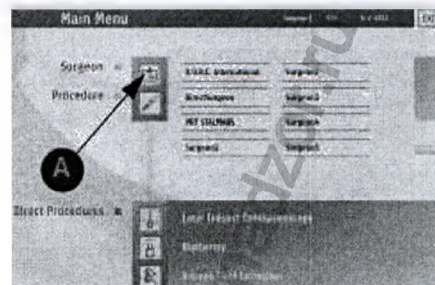

Рис. 44: Всплывающее окно «Хирург»
1. Нажмите на кнопку SURGEON (ХИРУРГ) [A]; появляется всплывающее окно (рис. 44).